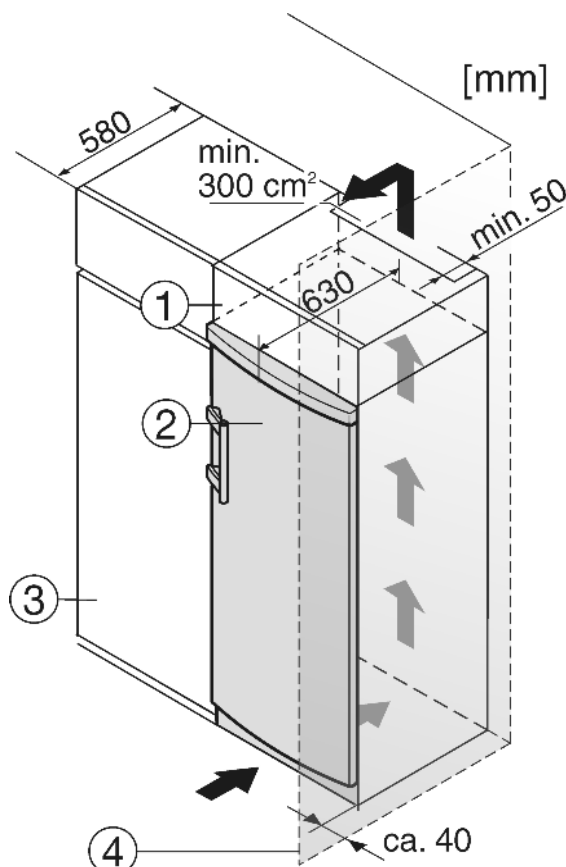

Fig. 8
- (1) Дополнительный шкафчик
- (2) Устройство
- (3) Кухонный шкаф
- (4) Стенка
Устройство может быть окружено предметами кухонной обстановки. Чтобы уравнять устройство *Fig. 8 (2)* по высоте с кухонной стенкой, можно установить над устройством соответствующий дополнительный шкафчик *Fig. 8 (1)*.
При комбинировании с обычными кухонными шкафами (глубина макс. 580 мм) устройство можно установить непосредственно рядом с кухонным шкафом *Fig. 8 (3)*. Дверь устройства выступает по сторонам на 34 мм и по центру устройства на 50 мм относительно передней стенки кухонного шкафа. Поэтому ее можно свободно открывать и закрывать.
Если устройство установлено на шарнирах у стены *Fig. 8 (4)*, то расстояние между устройством и стеной должно быть не менее 40 мм. Настолько выступает ручка при открытой двери.